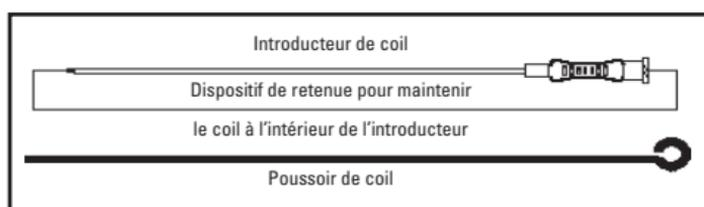

Figure 2. Dispositifs accessoires
2. Retirer le dispositif de retenue de l'introducteur de coil (voir Figure 2) et le mettre au rebut.